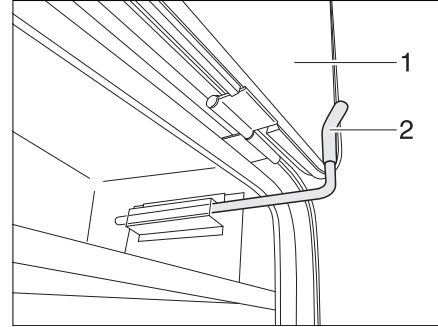

Fig. 47 Gancho de retención de trampilla exterior, posición fija
- Abrir la trampilla exterior (Fig. 47,1) y plegarla hacia arriba contra la pared del vehículo.
- Girar el gancho de retención (Fig. 47,2) hacia arriba y colocar una cuña detrás de la trampilla exterior (Fig. 47,1).
- Tirar del gancho de retención (Fig. 47,2) y girar hacia abajo.